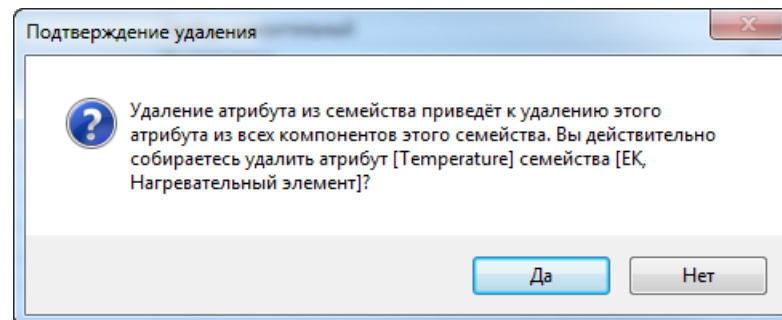

Рис. 39 Подтверждение удаления
5. В окне «Подтверждение удаления» нажмите «Да» для подтверждения удаления атрибута, либо «Нет» для отмены действия, Рис. 39.